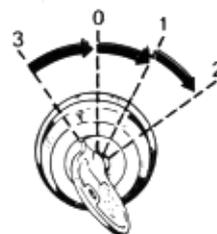

Abb. 10 Zündschlüssel
- 4 Zündschlüssel (siehe Abb. 10) bis zur 1. Raste im Uhrzeigersinn drehen und überprüfen, daß die Kontrolleuchten für Ladestrom (rot) und Öldruck (gelb) aufleuchten.
- 5 Zündschlüssel (siehe Abb. 10) eindrücken und im Uhrzeigersinn drehen, bis der Anlasser eingeschaltet wird. Schlüssel in dieser Lage halten, bis der Motor anspringt. Danach Schlüssel loslassen, worauf dieser in Neutrallage zurückspringt.
- 3 Nach Stehenbleiben des Motors den Stromkreis durch Drehen des Schlüssels in 0-Lage unterbrechen, siehe Abb. 10.